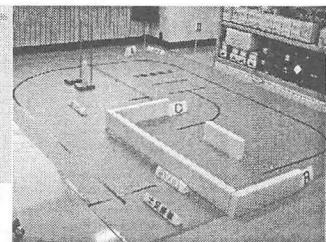

図2 走行コース
- 図2に示す走行コースを用いて、
①STARTからB地点までのライントレース
②B地点からC地点までの迷路走行
③C地点からGOALまでの標的倒し走行